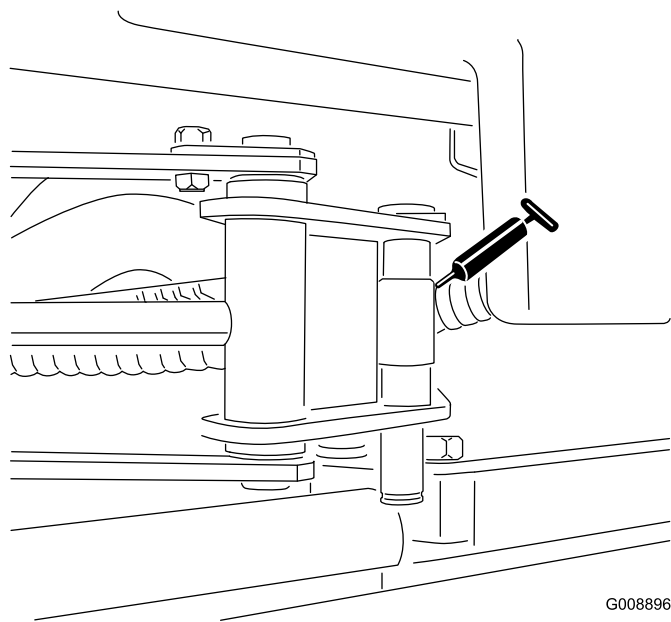

Figure 62
- Extrémités du vérin du Sidewinder (2 graisseurs ; modèle 03171 seulement) (Figure 62)